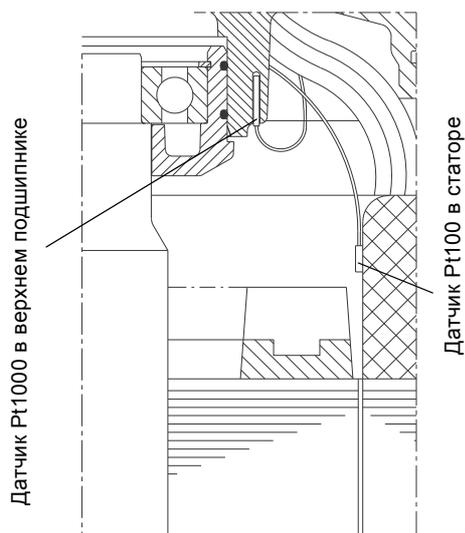

Рис. 10 Pt100 в верхнем подшипнике и статоре
1. Отрезать провод датчика Pt100 рядом с датчиком и извлечь провод. См. рис. 10.
2. Оставить старый датчик на статоре (48).